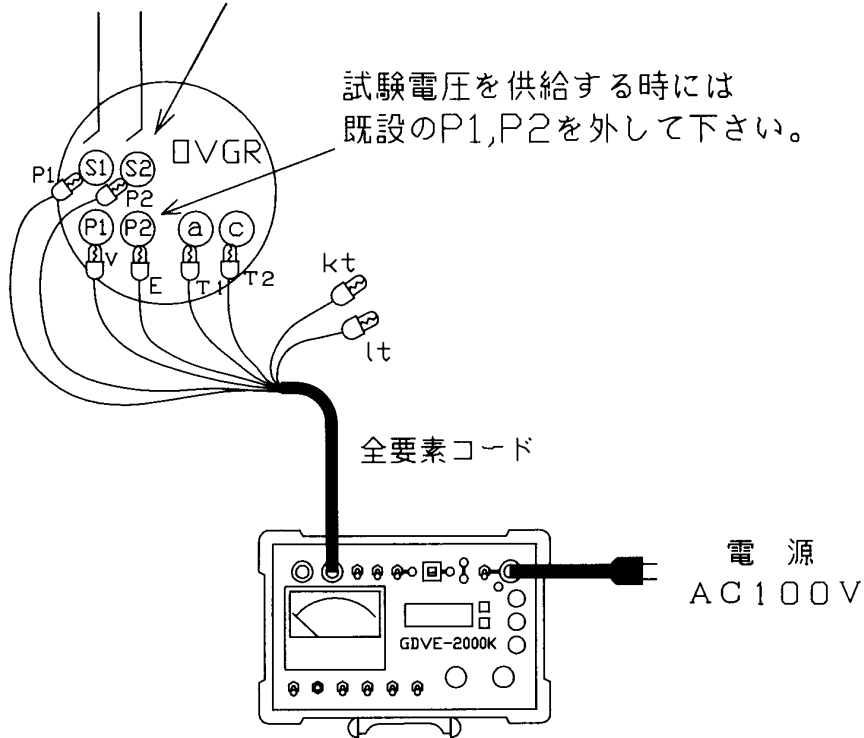

図7：試験回路図—単体試験（停電状態）
6. 以上のような点を注意し、試験回路を構成します。(図7、8)